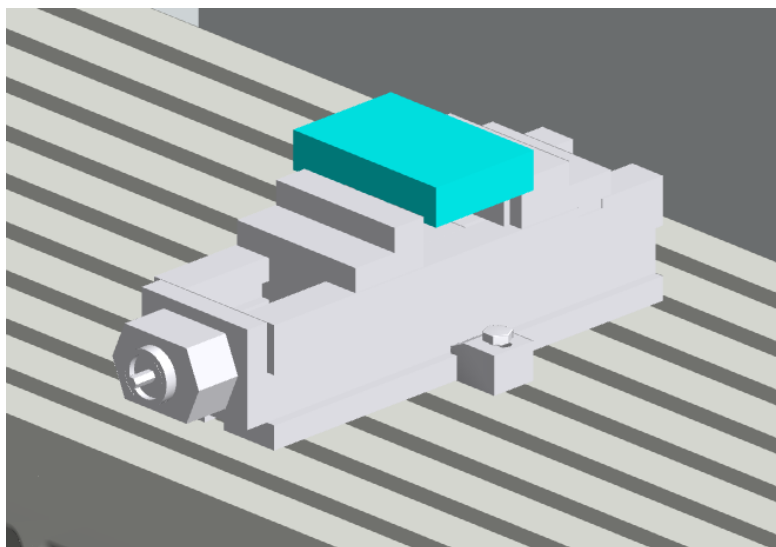

图 1 正确安装工装体（示例）
- (1) 基于零件图纸（可参考往届零件图纸），选手自行设计毛坯尺寸，采用 CAD 软件完成毛坯实体的 3D 建模，文件以“**组号-序号-毛坯**”命名并导出为 STL 格式。
- (2) 依据设计的毛坯实体，参照附件文件（文件名：Clamp），选手进行平口钳的设计，采用 CAD 软件完成平口钳各零件 3D 建模和总装，文件以“**组号-序号-零件中文名称**”命名并导出为 STL 格式。依据各零件的 3D 模型生成二维零件图（包含必要的视图表达、完整的尺寸标注等），文件以“**组号-序号-零件中文名称**”命名并导出为 PDF 格式。部分零件设计要求见正式赛题。
- (3) 依据 ISO 7388-1 标准，参照附件文件（文件名：Toolholder），选手进行铣刀刀柄的设计，采用 CAD 软件完成刀柄的 3D 建模，文件以“**组号-序号-刀柄**”命名并导出为 STL 格式。生成二维零件图（包含必要的视图表达、完整的尺寸标注等），文件以“**组号-序号-刀柄**”命名并导出为 PDF 格式。
- (4) 选手把自行设计的毛坯、平口钳和刀柄 STL 文件拷贝到 CMVM 指定文件夹下（CMVM 软件中以 Memory Card 形式打开，把 STL 文件拷贝在 user/sinumerik/3d 文件夹中）。
- (5) 在 CMVM 软件中，选手完成工装的新建，导入自行设计的毛坯和平口钳，实现毛坯和平口钳的组装，并正确安装在机床的工作台上，示意图如图 1 所示。